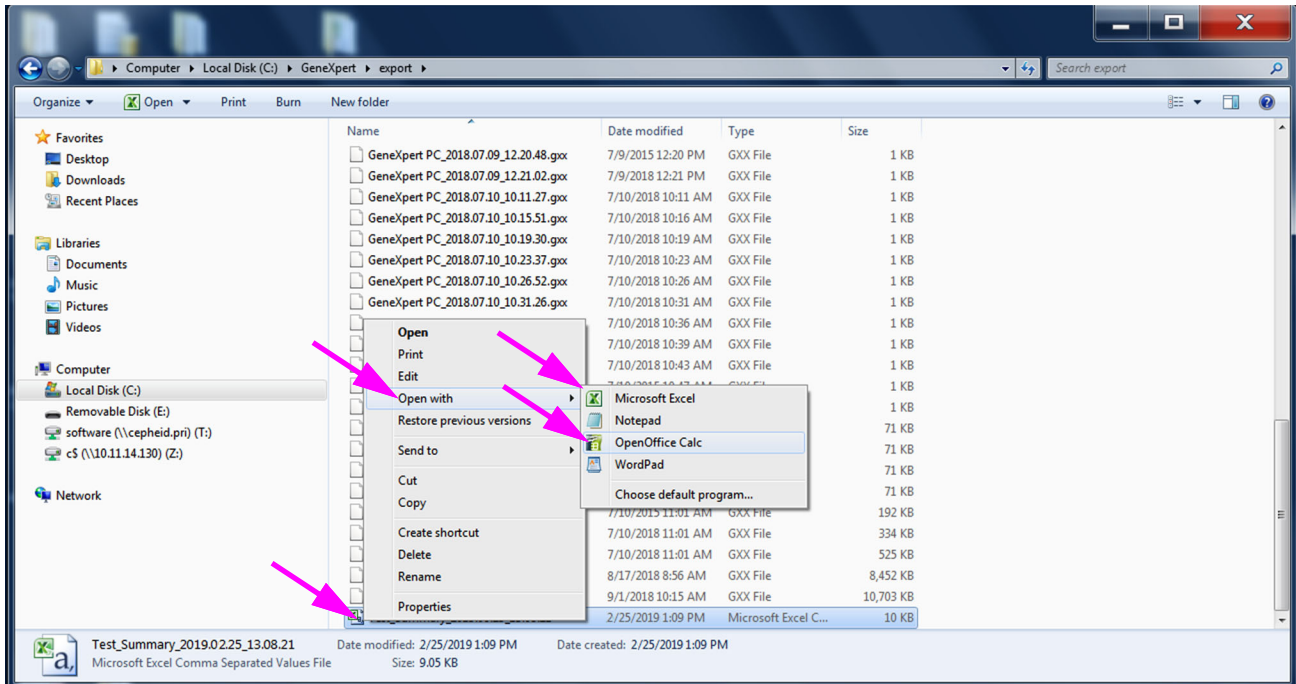
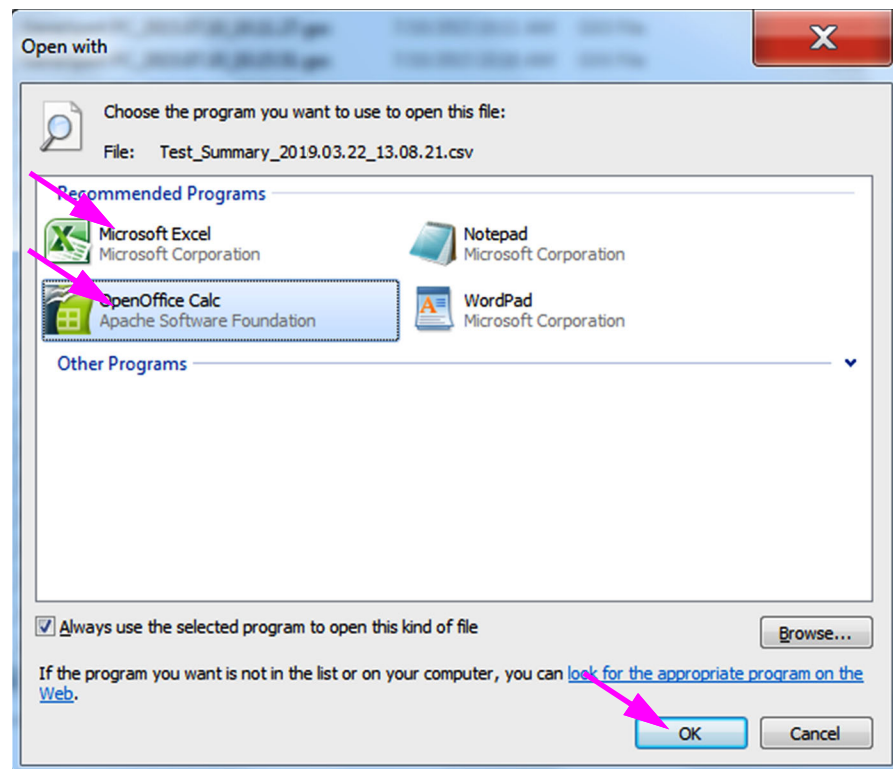

Figura C-16. Escolher o programa predefinido para abrir ficheiros .csv
Figura C-17. Ecrã Text Import (Importar texto) com definições corretas selecionadas
3. Na pasta **Export (Exportar)**, clique com o botão direito do rato no ficheiro .csv que pretende abrir. Quando o menu pendente é apresentado, clique em **Choose default program... (Escolher programa predefinido...)** (ver Figura C-16). Vai ser apresentada a caixa de diálogo Open with (Abrir com). Ver Figura C-17.